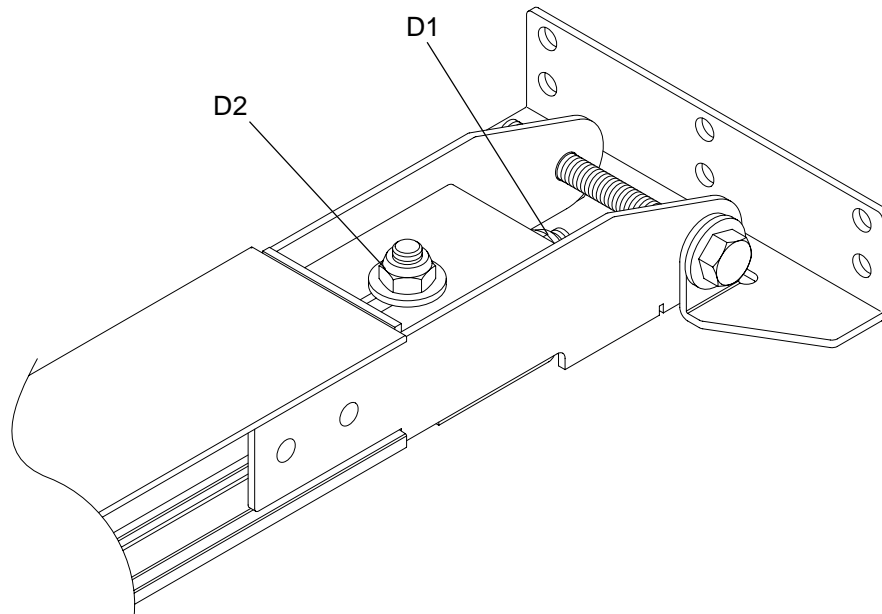

Fig.5
c) Tensionare **leggermente** la catena avvitando il dado D1 (Fig.5).
d) Serrare forte il dado D2 (Fig.5).
c) **Slightly** tension the chain by tightening the nut D1 (Fig.5).
d) **Firmly** tighten the nut D2 (Fig.5).
c) Kette **leicht** über die Mutter D1 spannen (Abb.5).
d) Mutter D2 richtig festziehen (Abb.5).
c) **Tendre légèrement** la chaîne en serrant l'écrou D1 (Fig.5).
d) **Serrer fort** l'écrou D2 (Fig.5).
c) Tensar **ligeramente** la cadena enroscando la tuerca D1 (Fig.5).
d) Apretar a fondo la tuerca D2 (Fig.5).